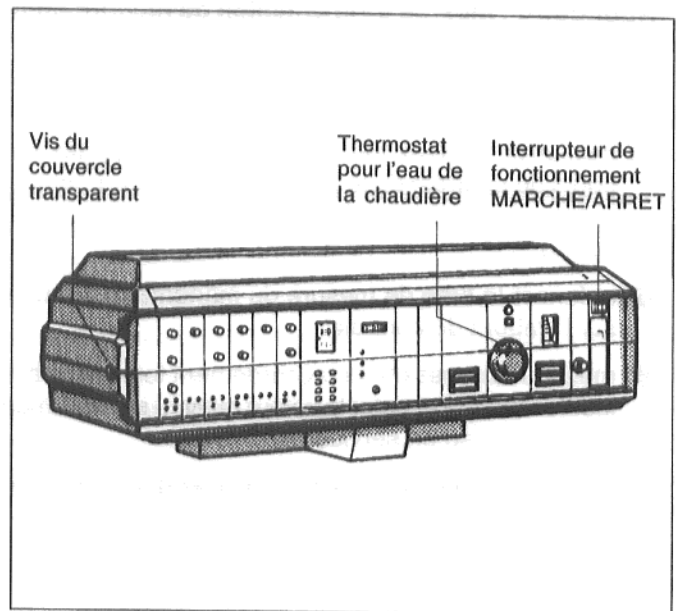
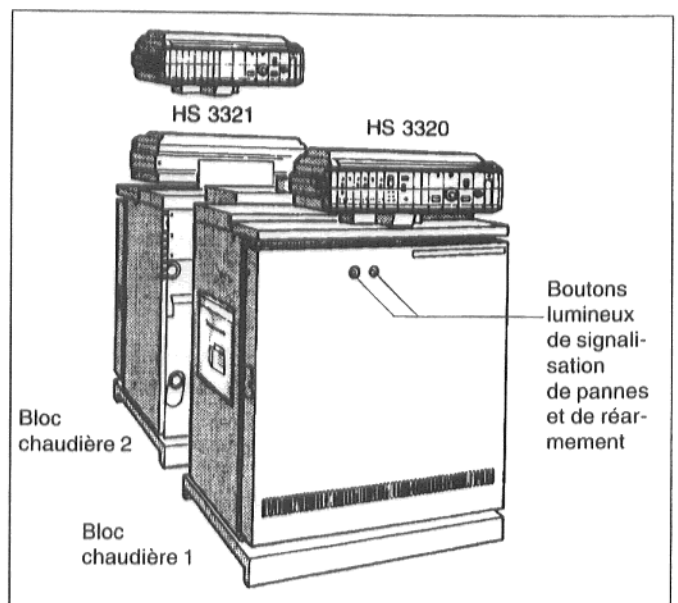

Fig. 26 : système de régulation 3000
Fig. 28 Chaudière G324 XDZ
Amener la fente de la vis du couvercle transparent du tableau de commande en position horizontale (fig. 26), par exemple à l'aide d'une pièce de monnaie, retirer le couvercle transparent vers l'avant.
- Basculer l'interrupteur de mise en service (fig. 26 ou 27) (pour les chaudières doubles, sur les deux appareils de régulation) en position MARCHÉ.(I)
Régler le thermostat pour l'eau de la chaudière (fig. 26 ou 27), HS3320 et HS4201 sur la position 'AUT', régler le HS3321 à la température souhaitée.
Régler le thermostat d'eau de la chaudière (fig. 26) du bloc chaudière, visible sur le tableau de commande HS3321 (fig. 28) sur la température maximale.
Régler le thermostat d'eau de la chaudière (fig. 26) du bloc chaudière, visible sur le tableau de commande HS3320 (fig. 28) sur la position "AUT".
Sur les deux appareils de régulation, régler les thermostats d'eau de la chaudière (fig. 26) à la température maximale.
Régler le thermostat d'eau de la chaudière d'un bloc chaudière (fig. 26) à la température souhaitée. Ainsi, le bloc chaudière 1 est défini.
En cas d'affichage du signal de panne sur la touche d'acquiescement des pannes (fig. 28), presser cette touche.